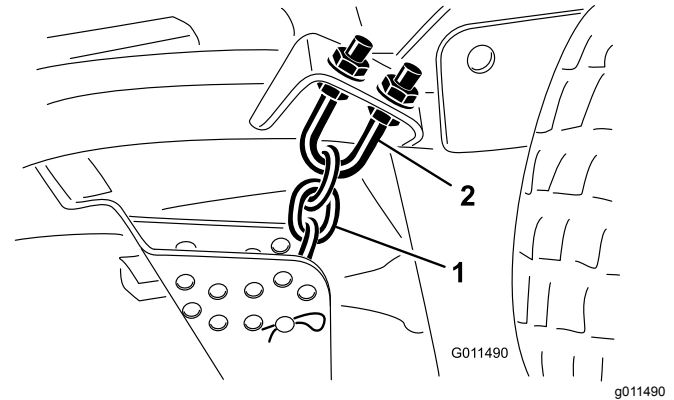

Figura 100
1. Afloje las contratuercas de la parte superior o inferior del perno en U de la cadena de altura de corte (Figura 100).